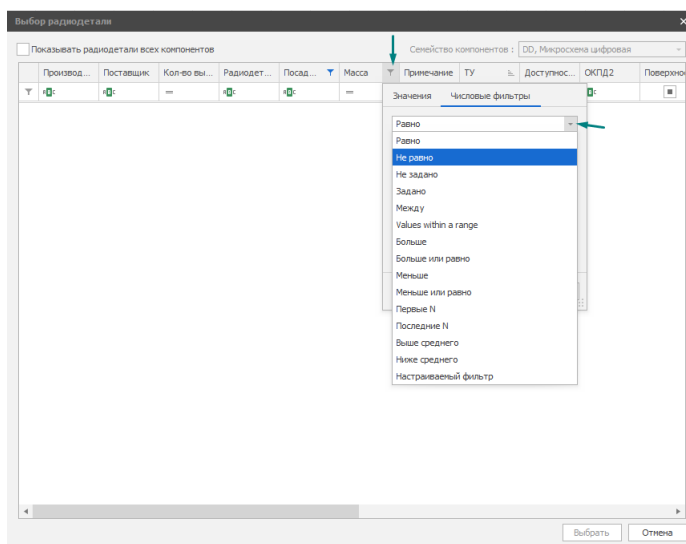

Рис. 98 Поиск радиодетали по числовому фильтру
4.3. При выборе вкладки «Числовые фильтры» формируется перечень всех значений данного атрибута, заданных при создании компонента и удовлетворяющих условиям, указанным в окне «Числовые фильтры», см. Рис. 98.